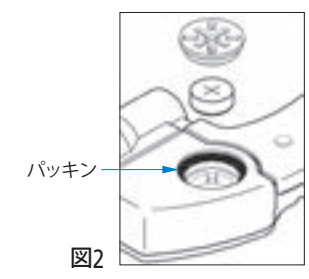

図2
- デジマチックタイプでは、出力コネクタのカバーのねじや電池蓋はパッキンがはみ出さないように締付けてください。(図2)